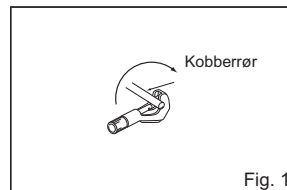

Fig. 1
- 1) Skær kobberøret på korrekt vis med en rørskeer. (Fig. 1, 2)